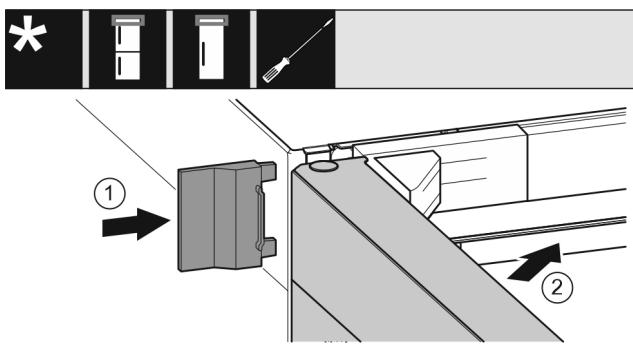

Fig. 23
- Nataknite vanjski poklopac Fig. 23 (1).
- Zatvorite gornja vrata Fig. 23 (2).